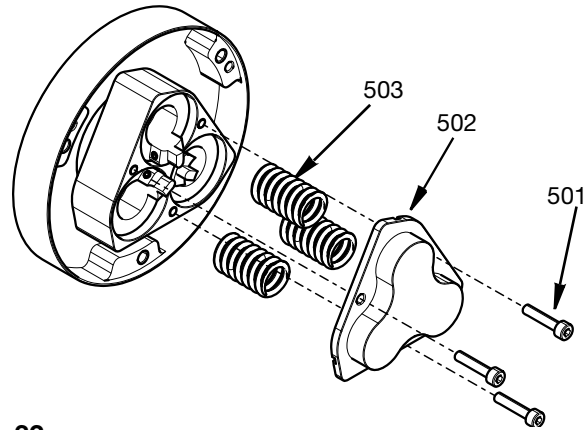

FIG. 32
13. Inserire le molle (503) nei pistoni, posizionare il coperchio del cilindro (502) sulle molle e fissare il corpo del cilindro con tre viti M4 (501). Serrare a una coppia di 3,3 N•m (29,2 in-lb). Vedere FIG. 32.